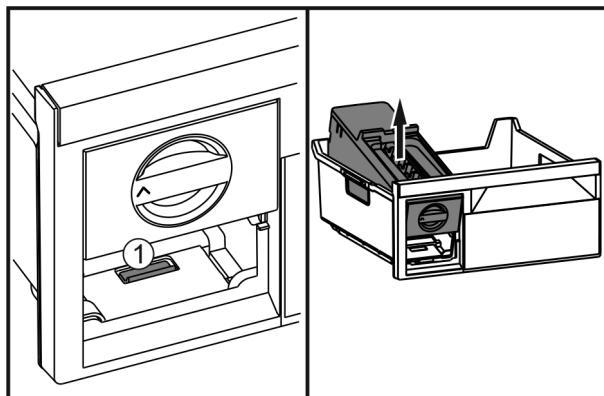

Fig. 40
- ▶ Натиснути на накладку Fig. 40 (1), EasyTwist-Ice підняти ззаду і витягнути з висувного ящика для заморожування.